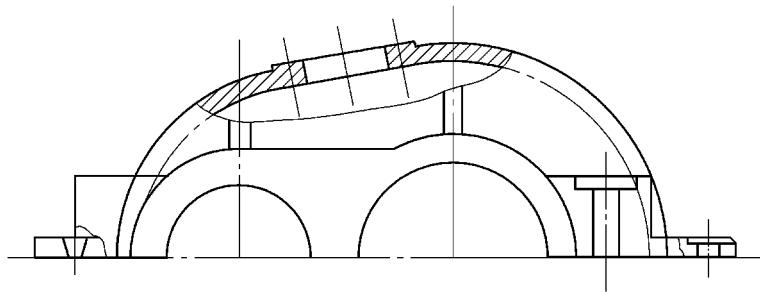

图 11-62 绘制孔洞
11) 绘制螺栓孔、销孔，并绘制半径为 3mm 的圆角，如图 11-62 所示。